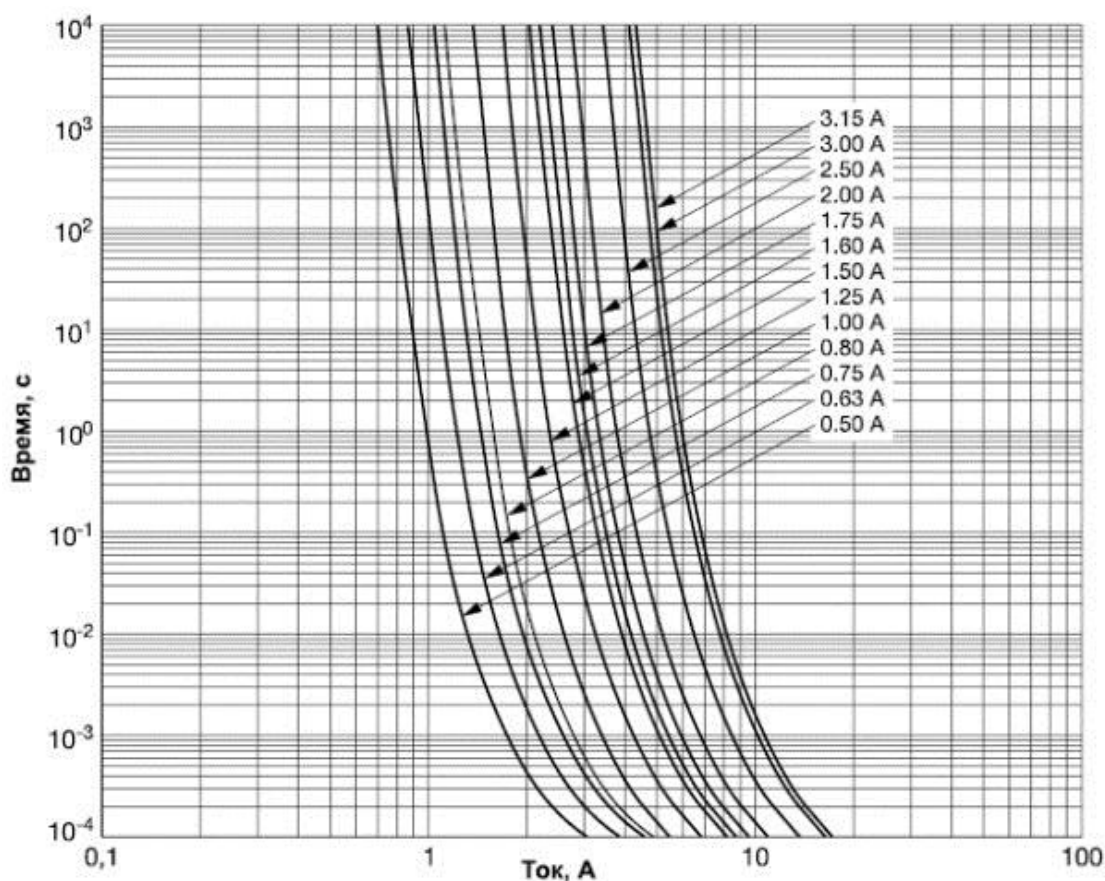

Рис. 1. Зависимость времени срабатывания плавких предохранителей от протекаемого тока
- Медленное срабатывание. Есть быстрые (fast) и медленные (slow) плавкие предохранители. Процесс расплавления проводящей проволоочки сверхтоком может произойти за время от единиц до десятков миллисекунд для fast и до несколько сот миллисекунд для предохранителей slow. Время срабатывания зависит от уровня токовой перегрузки (см. рисунок 1). Чем больше ток – тем быстрее происходит расплавление проволоочки. Для предохранителя с номинальным током 0.5 А время срабатывания равно 1 мс при трехкратном превышении тока.